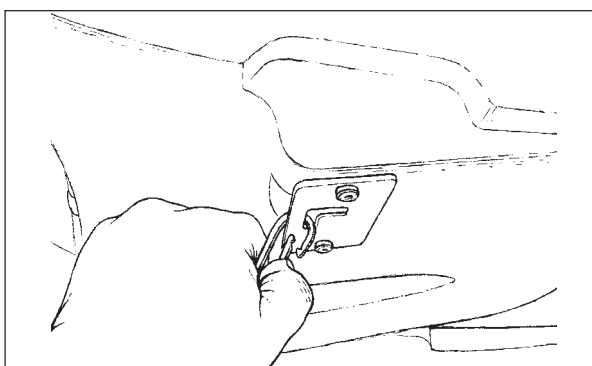

Рисунок 10
6. Снимите страховочную зажимную скобу с резервуара для утилизации (смотрите рис. 10).
13. Восстановите страховочную зажимную скобу на резервуаре для утилизации (смотрите рис. 10).